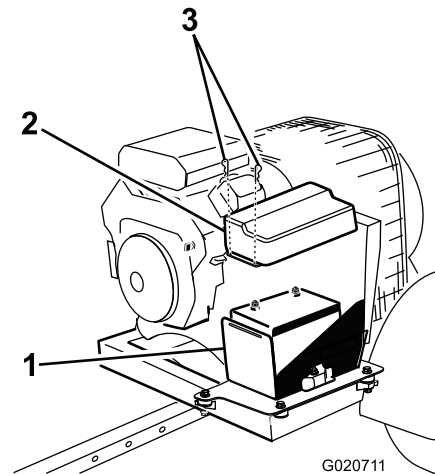

Bild 32
- Entfernen Sie die Clips, mit denen die Batterieabdeckung am Batteriekasten befestigt ist, und nehmen Sie die Abdeckung ab (Bild 32).